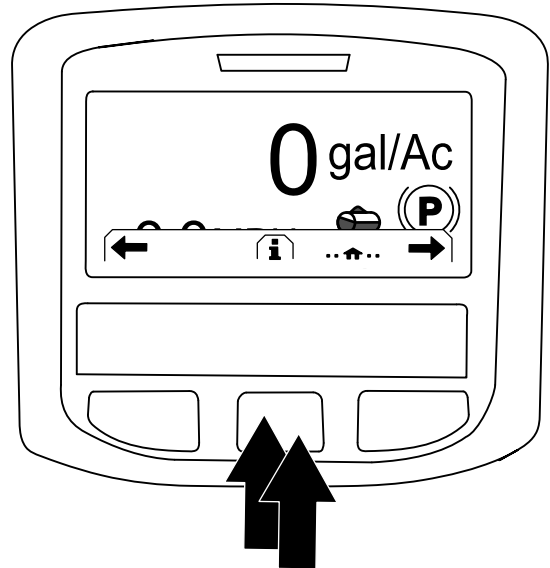

Bild 225
2. Drücken Sie auf dem Homebildschirm die mittlere Taste auf dem InfoCenter, um den Navigationsbildschirm zu öffnen (Bild 225)
3. Drücken Sie die mittlere Taste auf dem InfoCenter, um auf das Hauptmenü zuzugreifen (Bild 225).